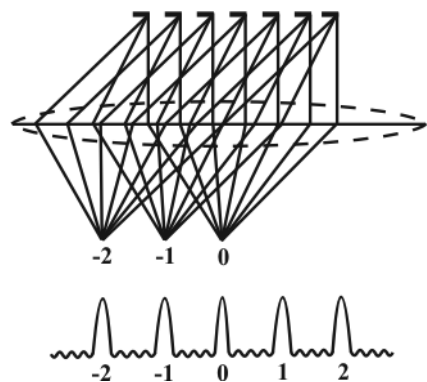

Рис. 4.32
длину дифракционной решетки. Формула (1) также показывает, что положение главных максимумов зависит от длины волны  $\lambda$ . Другими словами, решетка представляет собой спектральный прибор (рис. 4.32).